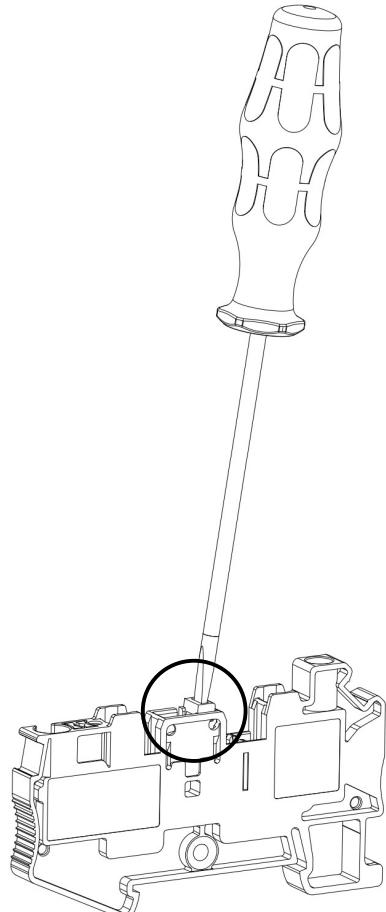

Рисунок 34 – паз ножевого размыкателя в измерительных клеммах PTU (-МТ)
- Для изменения положения ножевого размыкателя установите отвертку в паз размыкателя (рис. 34).